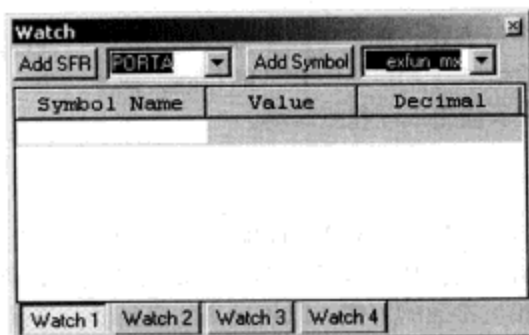

图 1-4 MPLAB IDE 的 Watch 窗口
(1) 从主菜单选择 View | Watch，打开 Watch 窗口（参见图 1-4）。